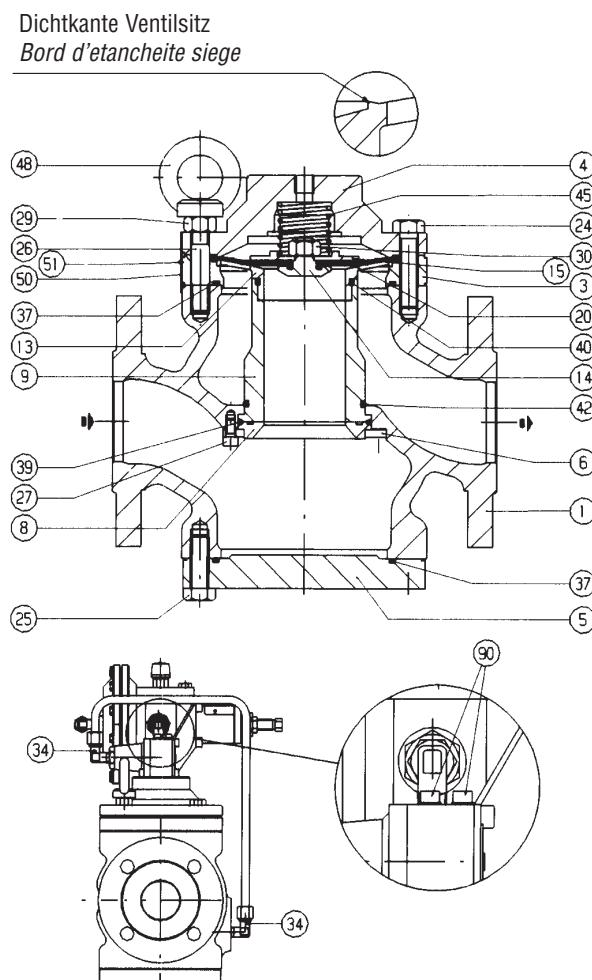

Fig. 25
### 6.1 TAB. 14 DETENDEUR APERVAL (FIG. 25)
Basisregler (Abb. 25)
Détendeur simple (Fig. 25)
- 1) Die Verbindungsleitung zwischen den Anschlüssen (33) und (34) und diejenige zwischen dem Pilotregler und dem ausgangsseitigen Impulsanschluss abnehmen.
- 2) Die Schrauben (90) (Abb. 25) herausnehmen und die Baugruppe AR73 + 30... vom Membrandeckel (4) des Reglers abnehmen.
- 3) Die Schrauben (71) herausdrehen und den Membrandeckel abheben.
- 4) Fortfahren wie unter Punkt (4) bis (8) auf S. 46.
- 5) Die Ringschrauben (79) herausschrauben und den Flansch (58) abnehmen.
- 6) Den Korb (64) mit den Dichtungen (87) und (88) herausnehmen.
- 7) Die Spannstangen (66) und (67) sowie das Gehäuse (60) herausnehmen.
- 8) Die Schrauben (69), die Unterlegscheiben (70) und danach den Flansch (59) abnehmen.